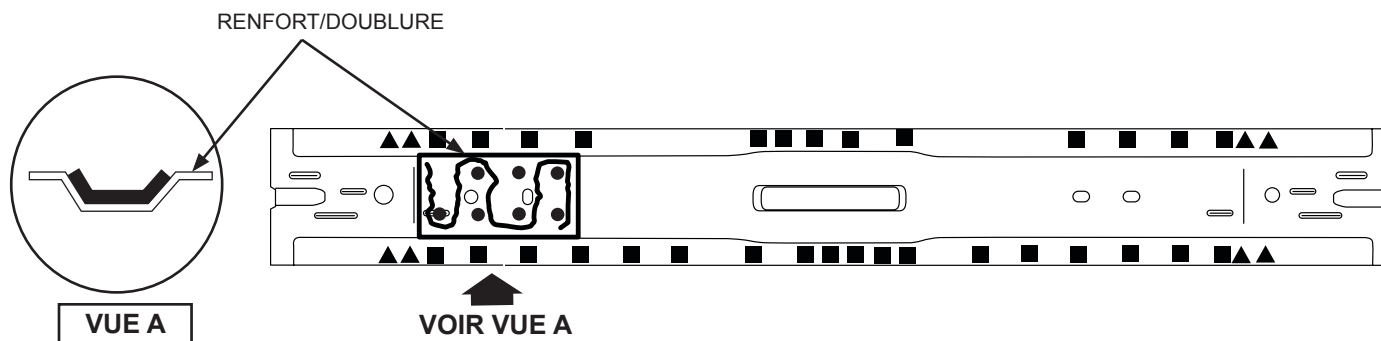

FIGURE 3
- Sectionner comme indiqué pour retirer les parties endommagées, puis préparer un renfort/doublure de 4 po de long pour la réparation jusqu'au rebord du plancher. (Voir figure 3).
- **Option 1** - Le renfort/doublure peut être posé avec huit (8) rivets aveugles (W702512-S900C) et de l'adhésif. (Voir figure 3).